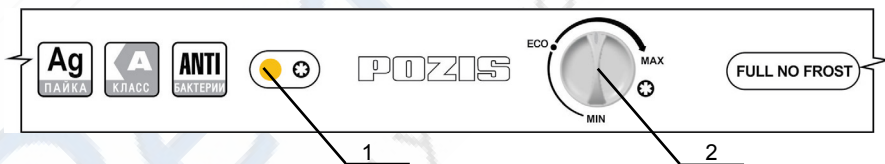

Рис. 4
7.3 Температурный режим в морозильной камере устанавливается путем поворота ручки терморегулятора 1 (рис.4), расположенной на панели управления до выбранного уровня по шкале температурного режима. При этом:
Для качественного замораживания продуктов, предназначенных для длительного хранения, их следует загружать в морозильную камеру порциями, общий вес которых не превышает мощности замораживания, указанной в разделе «Технические данные». При загрузке продуктов, в количестве, превышающем мощность замораживания, увеличивается время полного замораживания. Если Вы хотите сократить время замораживания продуктов, то можете использовать режим замораживания. Режим замораживания включается поворотом ручки терморегулятора 1 (рис.4) по часовой стрелке до уставки «❄️» при этом на панели управления загорается индикатор желтого цвета 2 (рис.4).
Данный режим обеспечивает увеличение времени работы компрессора в циклическом режиме до достижения низких температур, необходимых для быстрого замораживания продуктов. Рекомендуется после 24 часов заморозки продуктов перевести холодильник в нормальный режим работы. Для этого поверните ручку терморегулятора 1 (рис.4) против часовой стрелки в первоначальное положение при этом индикатор желтого цвета 2 на панели управления гаснет.